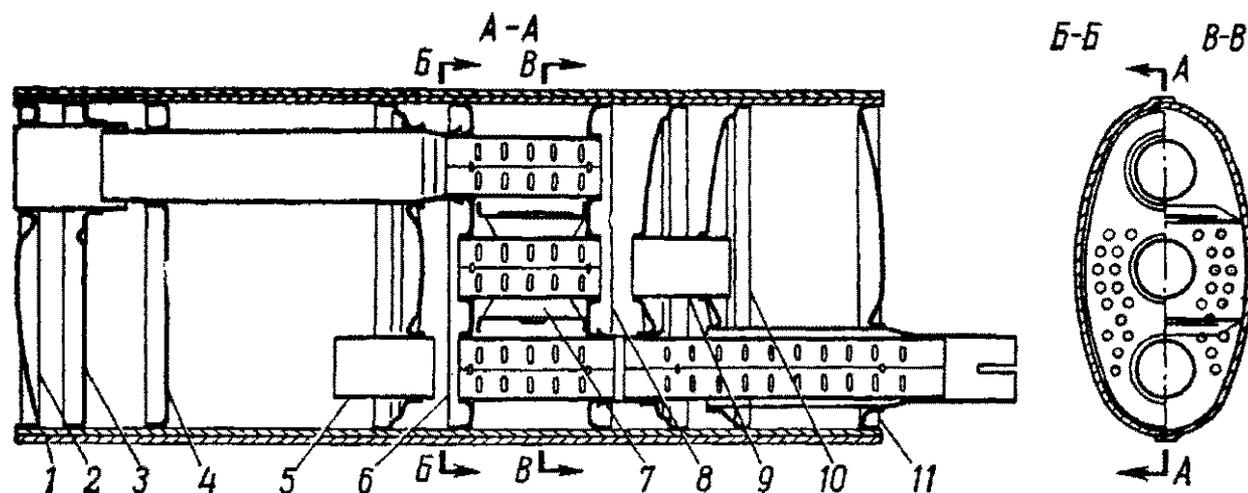

Рис. 51. Глушитель:
**Глушитель шума выпуска** прямооточного типа, с системой резонаторных и расширительных камер (рис. 51). Конструкция глушителя неразборная; он изготовлен из штампованных из листовой стали и сваренных между собой деталей. Корпус глушителя покрыт теплоизоляционным слоем асбеста и сверху для предотвращения повреждения асбеста обернут жестью.